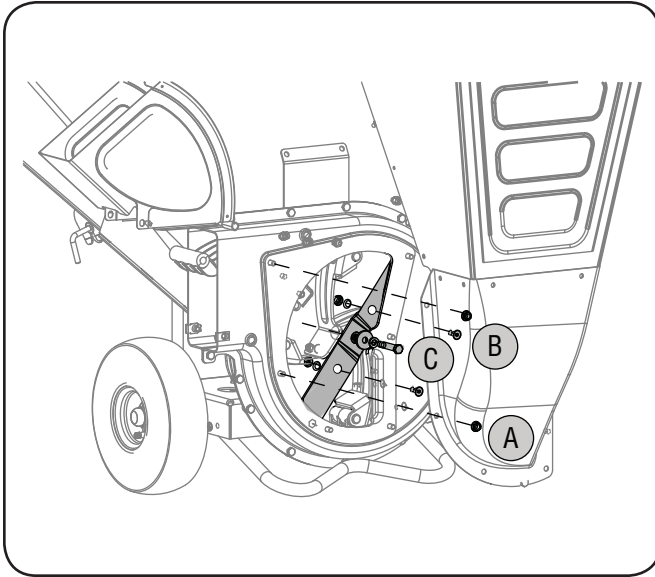

Figure 7-3
8. Dégagez la lame de broyage après avoir retiré le boulon hex., la rondelle-frein et la rondelle plate. Voir la Fig. 7-3.